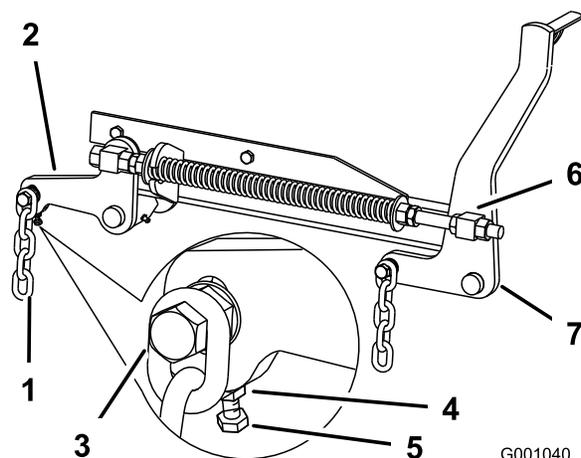

Figura 81
7. Se le misure al punto **B** o **C** non sono esatte, allentate il bullone che monta la catena posteriore al braccio di supporto posteriore (Figura 81).
8. Allentate il controdado sotto il braccio di supporto posteriore e regolate il bullone di regolazione ad un valore tra 79 e 83 mm (Figura 81).
7. Allentate di 13 mm circa i controdadi delle parti girevoli anteriori destra e sinistra (Figura 81).
8. Regolate i dadi di sollevamento sui lati destro e sinistro della macchina finché la parte anteriore della macchina non risulta più bassa di 6 e 10 mm davanti, al punto A, rispetto alla parte posteriore al punto **B** (Figura 81).